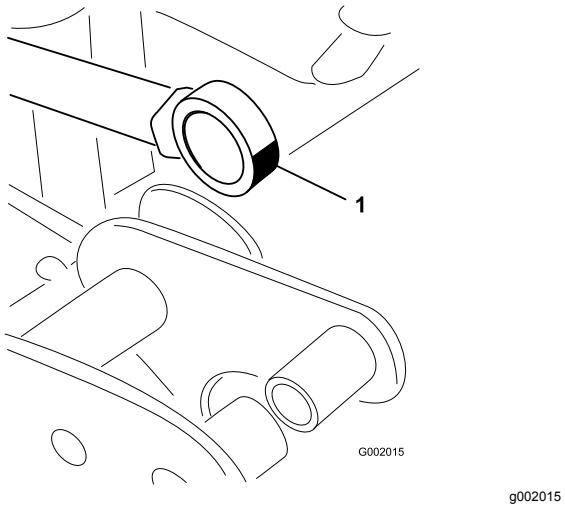

**Figura 64**
2. Togliete la coppia dal perno di articolazione (Figura 64).
3. Sollevate la barra e rimuovete il perno, poi lentamente abbassate a terra la barra (Figura 64).
7. Tenete ferma la barra e inserite il perno attraverso il perno della barra e l'asta dell'attuatore (Figura 64).